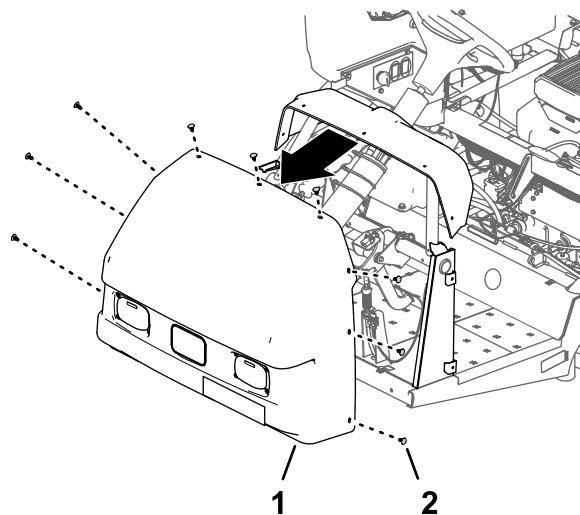

Рисунок 20
2. Удалите 9 вставных держателей, которые крепят капот к приборной панели и раме машины (Рисунок 20).
3. Снимите капот с машины (Рисунок 20).